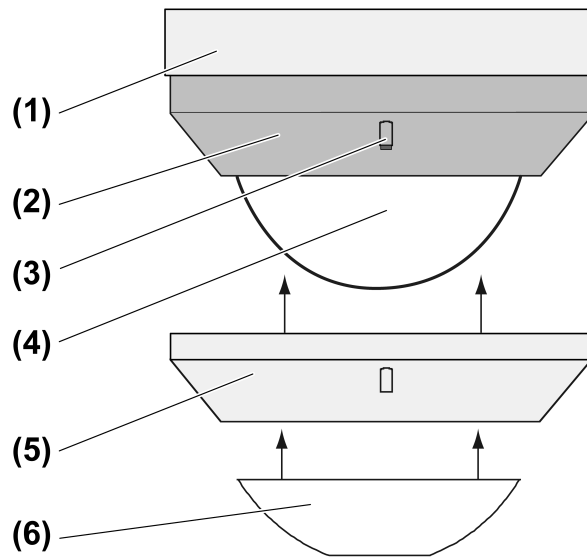

Figura 1
Detrás de la ventana del sensor (4) se encuentra un LED rojo y uno azul (véase figura 1) que indican distintos estados de funcionamiento.